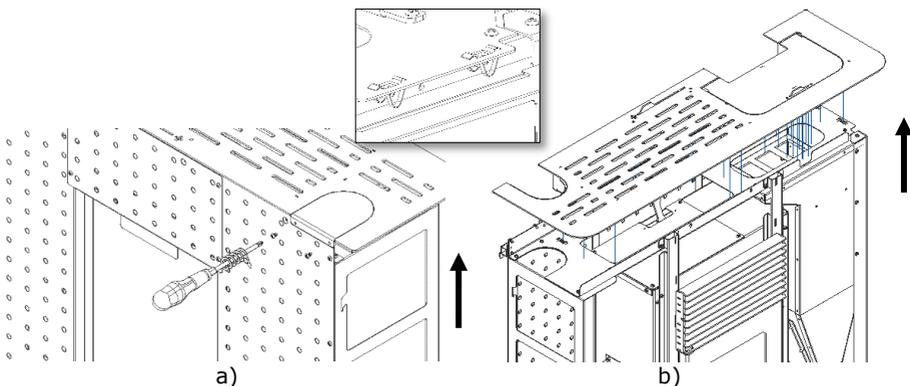

Figura 54 - Retirada de la tapa superior
a) Retire la tapa superior del equipo. En primer lugar, tiene que retirar la tapa pequeña que se encuentra fija en la parte posterior aflojando los dos tornillos (Figura 54-a). Posteriormente, mueva la tapa, haciendo fuerza en el sentido indicado. No se necesita ninguna herramienta, ya que la tapa tiene un sistema de encaje rápido mediante muelles (Figura 54-b).